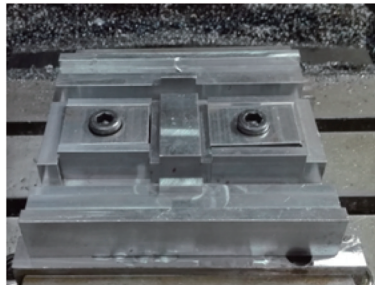
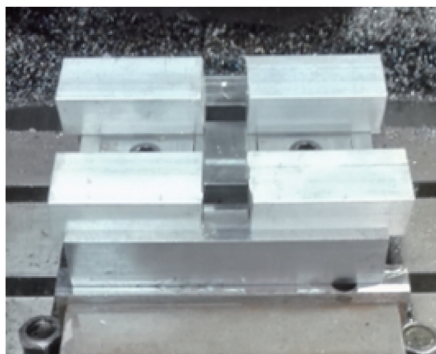

图 10 夹具安装
图 11 毛坯装夹
(1) 安装夹具、装夹毛坯。把夹具放在台虎钳上，夹具的底面两侧各有一个台阶，压紧在台虎钳叶片上，然后敲紧夹稳。把毛坯逐个放上加工位，轻轻敲紧，然后用六角匙锁紧螺栓，如图 10、图 11 所示。